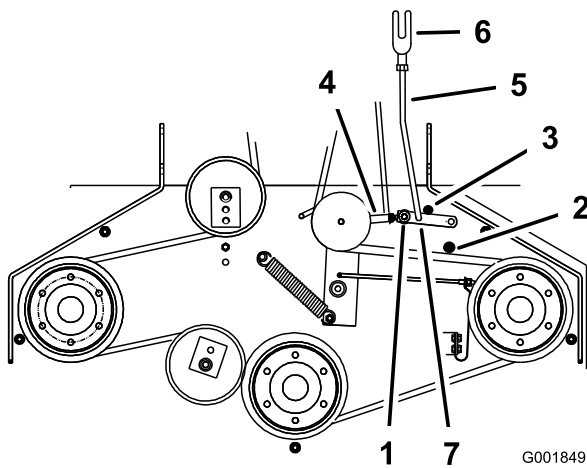

Figure 52
- Vérifiez que le bras d'assistance est en appui contre la butée arrière sur le plateau (Figure 52).
- Le bras d'assistance doit toucher la butée avant sur le plancher. Dans le cas contraire, réglez le levier coudé pour le rapprocher du renfort (Figure 52).
8. Pour ajuster la biellette du bras d'assistance, enlevez la goupille fendue du bras d'assistance (Figure 52).
11. Installez la biellette dans le bras d'assistance et fixez-la avec la goupille fendue (Figure 52).